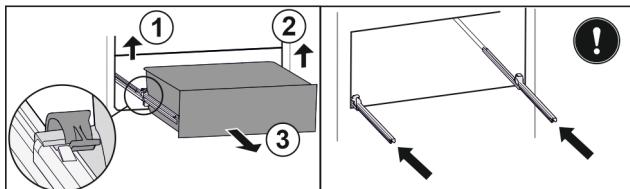

Fig. 64
- Zvedněte levou svorku a současně vytáhněte zásuvku vlevo dopředu. Fig. 64 (1)
- Zvedněte pravou svorku a současně vytáhněte zásuvku vpravo dopředu. Fig. 64 (2)
- Vyjměte zásuvku dopředu. Fig. 64 (3)